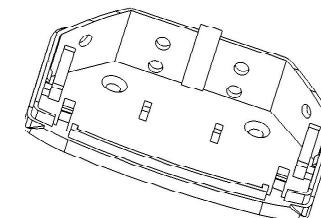

Рисунок 6
7.3. В зависимости от выбранного места установки извещателя определите с помощью каких граней основания будет осуществляться крепление и просверлите или выдавите отверткой отверстия для крепления и ввода проводов (рисунок 6).